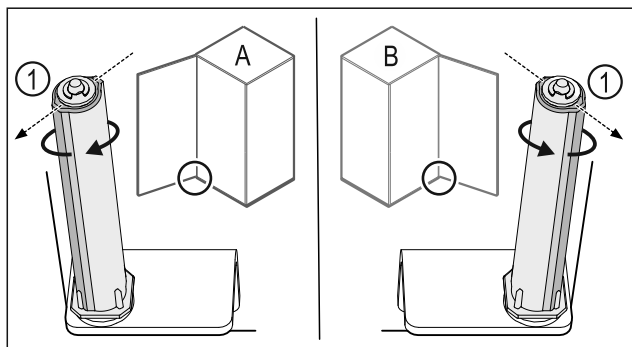

Fig. 49 左门挡(A) / 右门挡(B)
- 克服阻力转动关门系统，直至关门系统 Fig. 49 (1) 的连接片朝外。